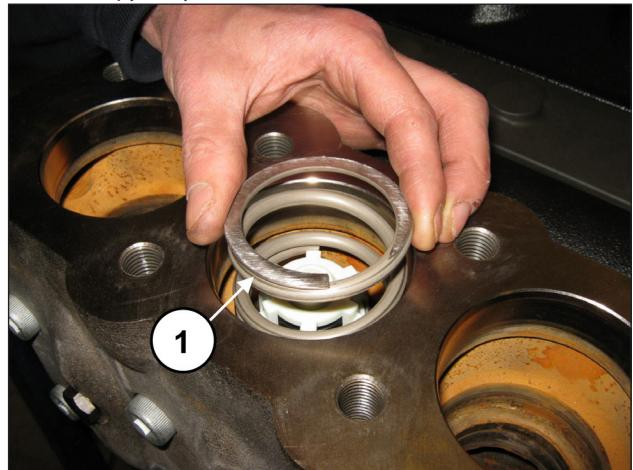

Рис. 99
Снимите пружину (поз. ①, Рис. 99).